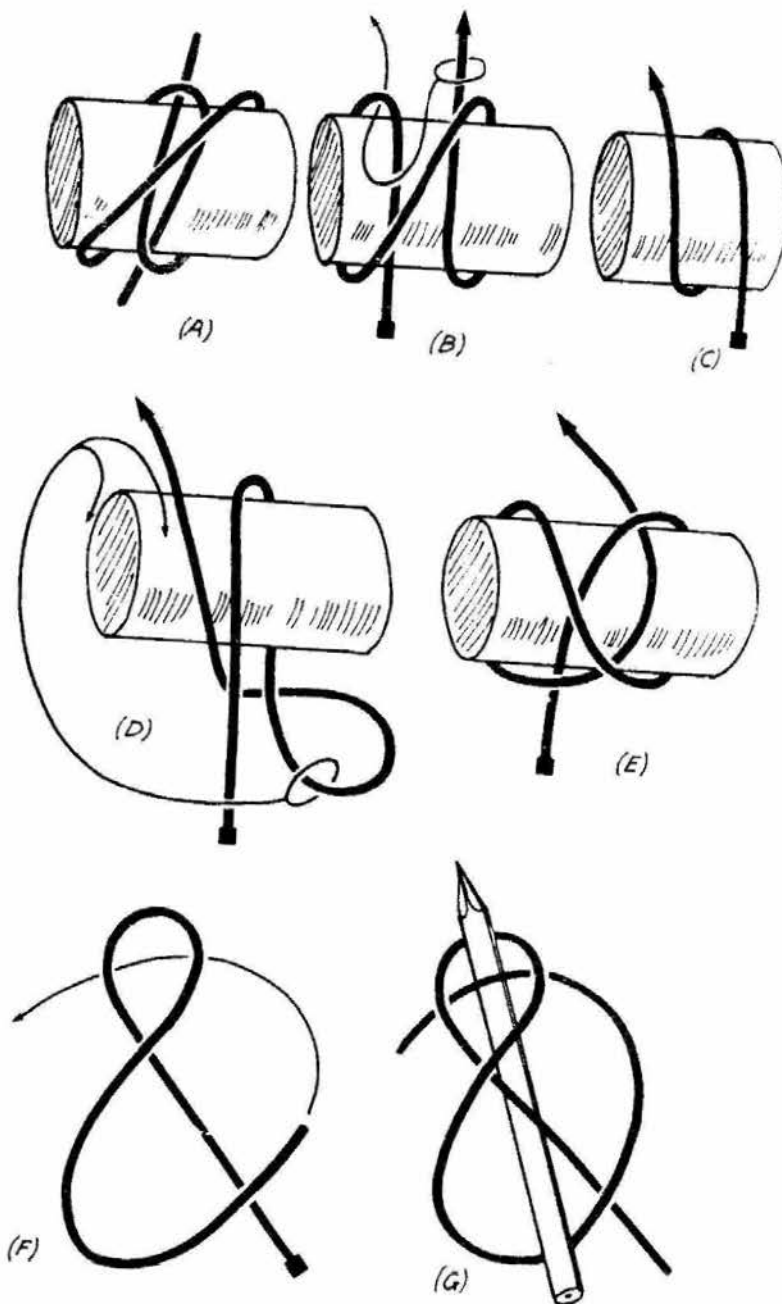

Fig. 6 Nœud de poupée
Le nœud de poupée (fig. 6)
- le nœud de poupée (fig. 6) rapide et efficace;